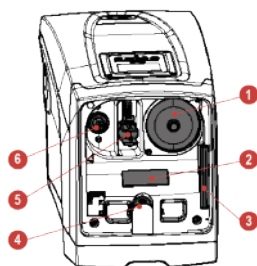

Рисунок 3
- Внутри технического отсека имеется доступ к следующим компонентам (см. Рис.3):
Функцией встроенного расширительного бака не является обеспечение запаса воды таким образом, чтобы уменьшить срабатывания системы (запросы от пользовательского устройства, а не утечки из системы). Можно добавить к установке расширительный бак требуемого объема, подключив его в точке подачи установки (не всасывания). В случае горизонтальной установки можно соединиться с неиспользуемым устьем подачи. При выборе резервуара нужно учитывать, что количество сбрасываемой воды также зависит от параметров SP и RP, задаваемых в системе (пар. 8-9). Расширительный бак заряжен воздухом под давлением, через клапан, находящийся в техническом отсеке (рис.3, пункт 1). Величина предварительной нагрузки, с которой поставляется расширительный бак, соответствует параметрам SP и RP, заданным по умолчанию, и соответствует следующим соотношениям: